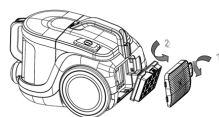

Fig. 4
1. En appuyant, ouvrir et sortir la grille de sortie d'air à l'arrière de l'aspirateur (Fig. 4).